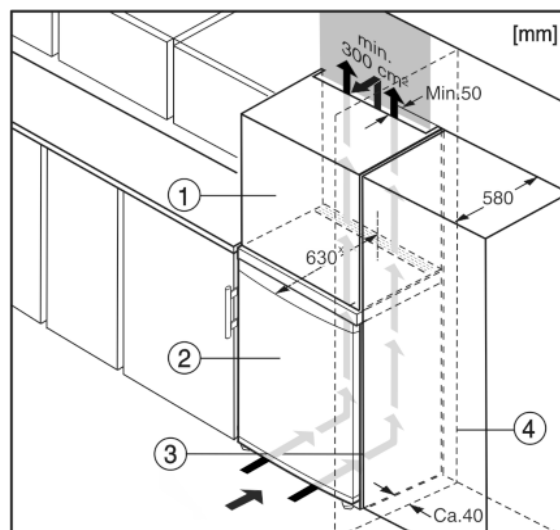

Fig. 5
- (1) Opbouwkast
- (2) Apparaat
- (3) Keukenkast
- (4) Wand
Het apparaat kan in keukenkasten worden ingebouwd. Om het apparaat Fig. 5 (2) aan de hoogte van het keukenblok aan te passen, kan boven het apparaat een opzetkast Fig. 5 (1) worden aangebracht.
Bij een ombouw met keukenkasten (diepte max. 580 mm) kan het apparaat direct naast de keukenkast *Fig. 5 (3)* worden geplaatst. Het apparaat steekt aan de zijkant 34 mm * en in het midden 50 mm * uit ten opzichte van het keukenkastfront.
Plaats u het apparaat met de scharnierkant naast een muur *Fig. 5 (4)*, dan moet de afstand tussen apparaat en muur minstens 40 mm bedragen. Dit in verband met het uitsteken van de deurgreep bij een geopende deur.